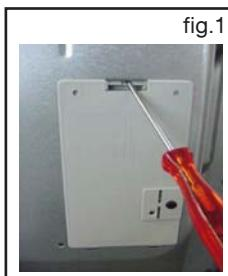

fig. 1
Vous devez respecter les cotes d'encastrement suivantes (fig.1 et 2):
- Enfoncez un tournevis entre la tôle du capot et la trappe puis faites pivoter la trappe (**fig.1**).